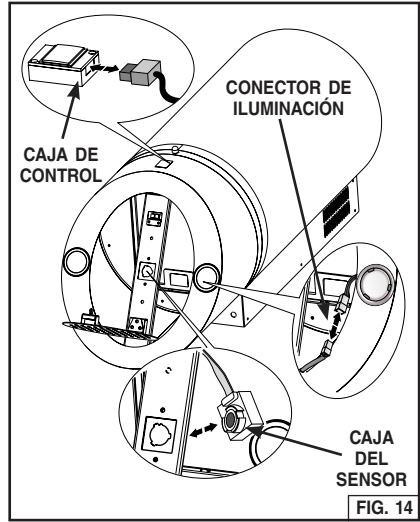

FIG. 14
- a. Retire el conector de la caja de control. Fig. 14.
- b. Retire el conector de iluminación. Fig. 14.
- c. Retire la caja del sensor del montaje. Fig. 14.